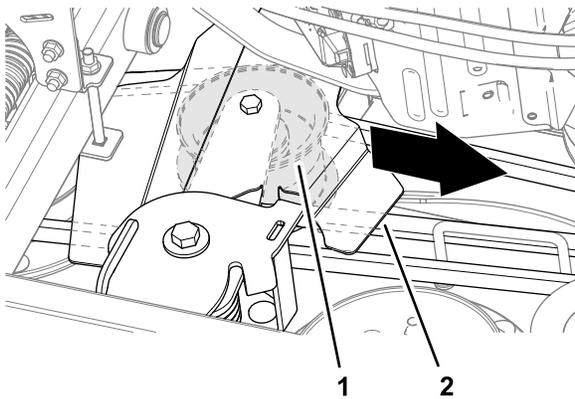

Рисунок 77
6. Поверните натяжной ролик и кожух натяжного ролика в сторону двигателя и снимите ремень со шкивов (Рисунок 77).